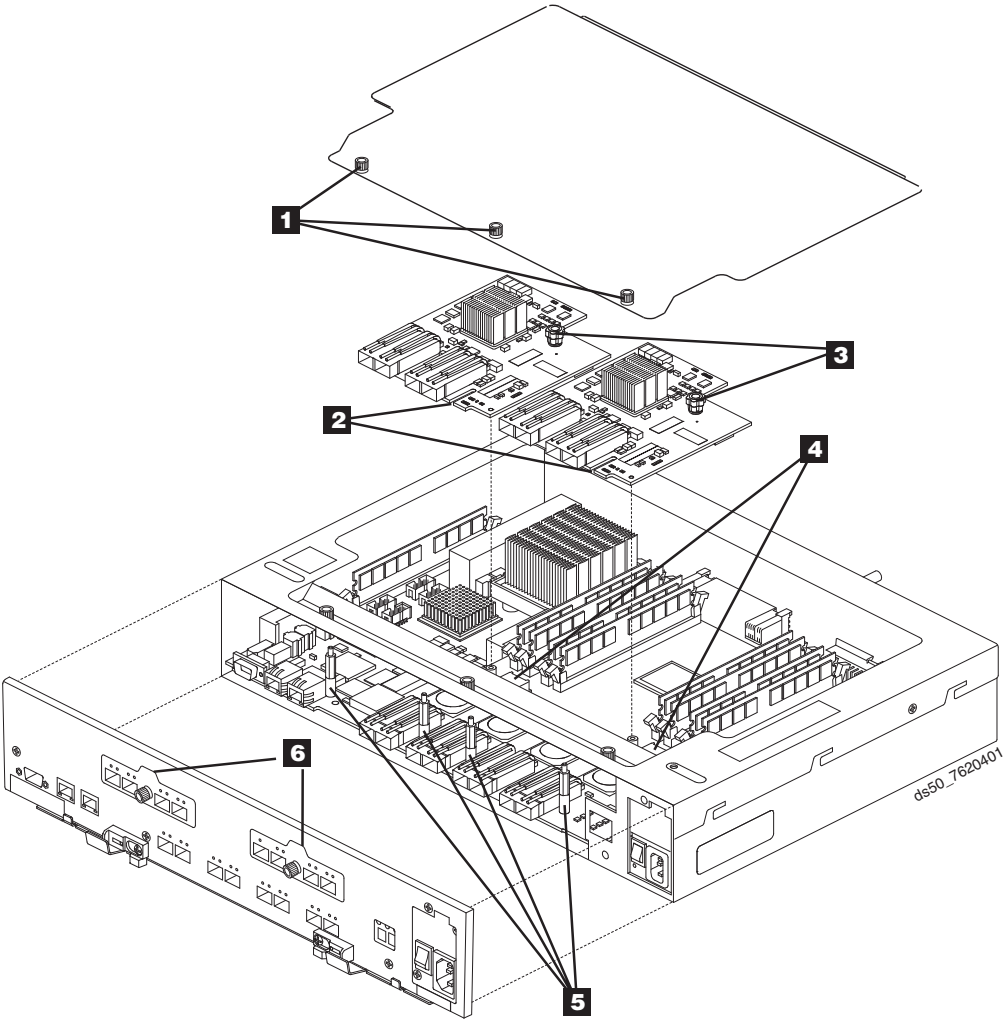

图 125. 卸下控制器外盖并更换主机接口卡
- 14. 如图 125 所示卸下顶盖。
表 56 描述了图 125 中所识别的编号位置。
22. 使用指旋螺钉来重新安装在步骤 第 192 页的18 中卸下的主机接口卡端口外盖。有关主机接口卡端口外盖的图例说明，请参阅第 191 页的图 125。